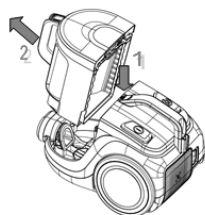

Fig. 2
2. Premere il fermo sul corpo dell'aspirapolvere (Fig. 2) e tirare verso alto il contenitore raccogli polvere.
1. Estrarre il contenitore raccogli polvere dal corpo dell'aspirapolvere (Fig. 2).